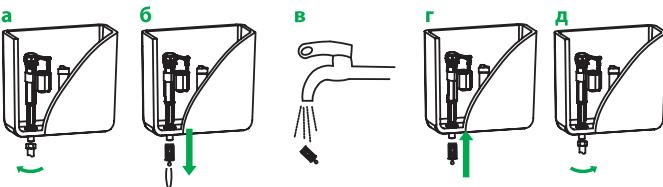

Рис. 7 / 7-сур.
- Открыть шланг подводки воды (рис. 7а) и руками (или с помощью пинцета) извлечь фильтр-вставку из корпуса выпускного клапана (рис. 7б).
- Промыть фильтр (рис. 7в).
- Собрать все в обратной последовательности (рис. 7г, д).